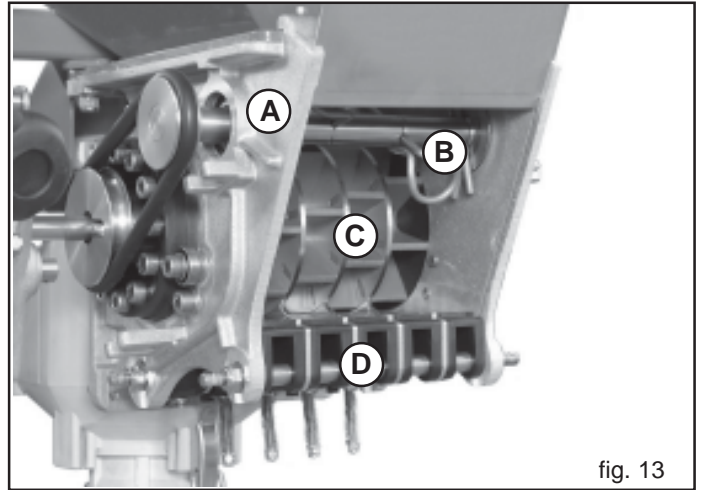

fig. 13
3.3.1 DOSATORE (Fig. 13)
L'agitatore si presenta con un diametro di 85 mm ed è composto da un albero con 4 elementi (**spille curvate**). Se l'azione dell'agitatore è eccessiva, è possibile ridurre l'**effetto miscelatore**, togliendo le due spille centrali (B, Fig. 13).